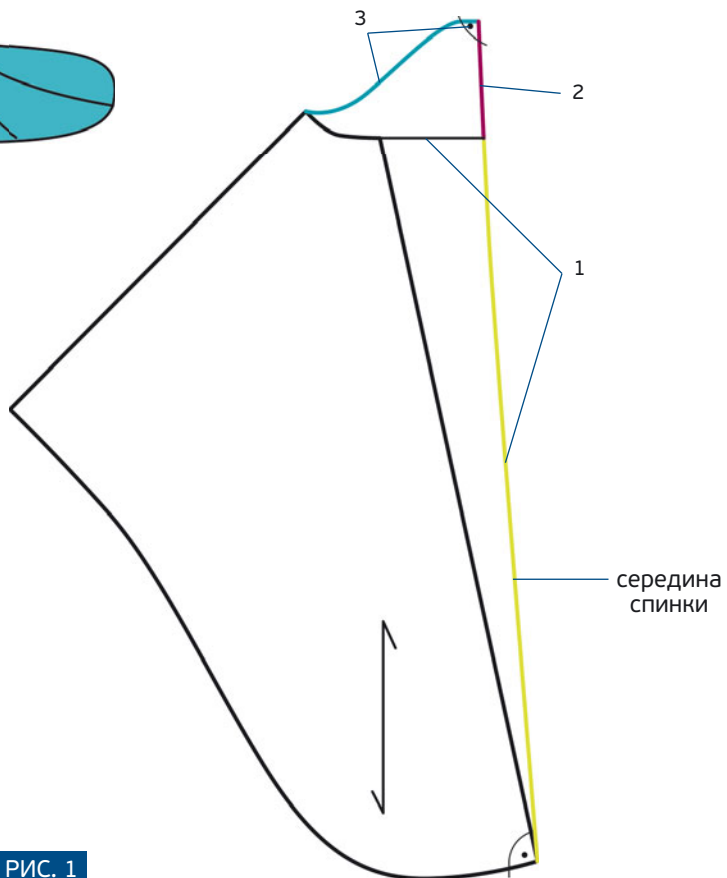

РИС. 1
2. Добавьте величину глубины складок или сборок (рис. 1, фиолетовым цветом).
лучился торчащий кончик после сборки (рис. 1, синим цветом).